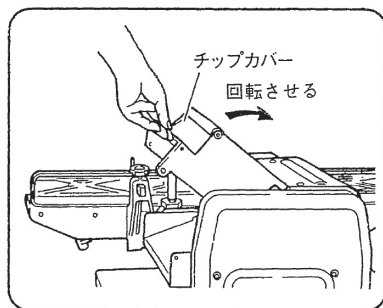

図 20
(1) チップカバーの上部のノブをはずし、矢印方向にチップカバーを回転させます。(図 20)
(9) 作業が終わったらチップカバー(図 20 参照)を矢印の反対側にまわし、ノブで固定します。